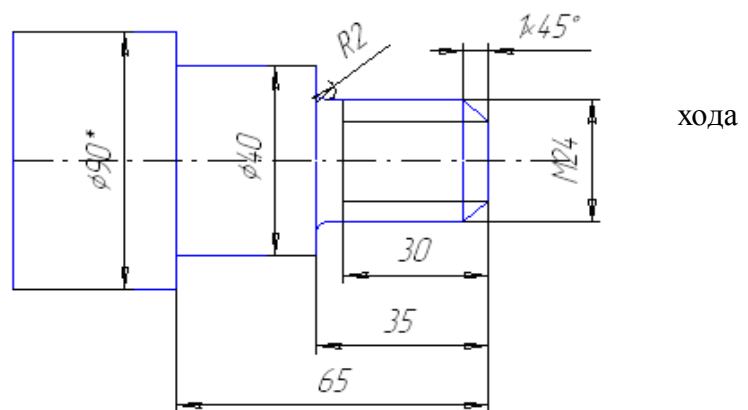

Рис.1
2. Разработайте управляющую программу для обработки детали (см. рис.1)